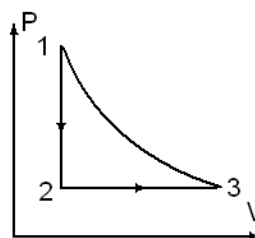

Рис. 7
2. а) Назовите процессы 1–2, 2–3, 3–1 на рис.7.